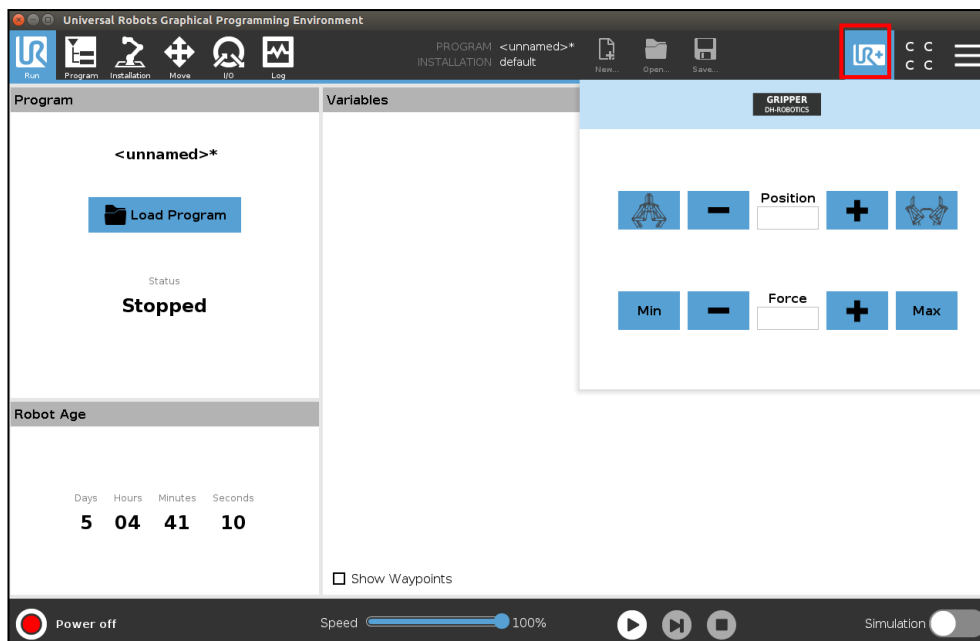

图 5.29 快速调节界面
4. 连接上夹爪后，可点击右上角 **UR+** 图标，获得浮动窗口，快速调节夹爪参数，如图 5.29 所示。